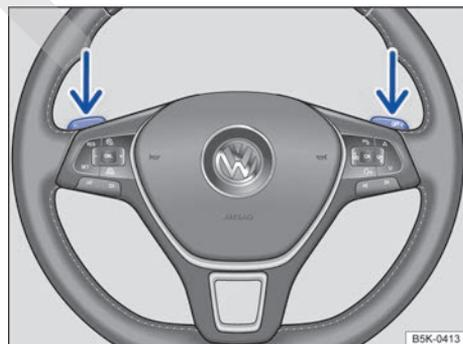

Fig. 115 Volante con levas de cambio para el Tiptronic.
- Tire de la leva derecha → fig. 115 hacia el volante para cambiar a una marcha más larga.